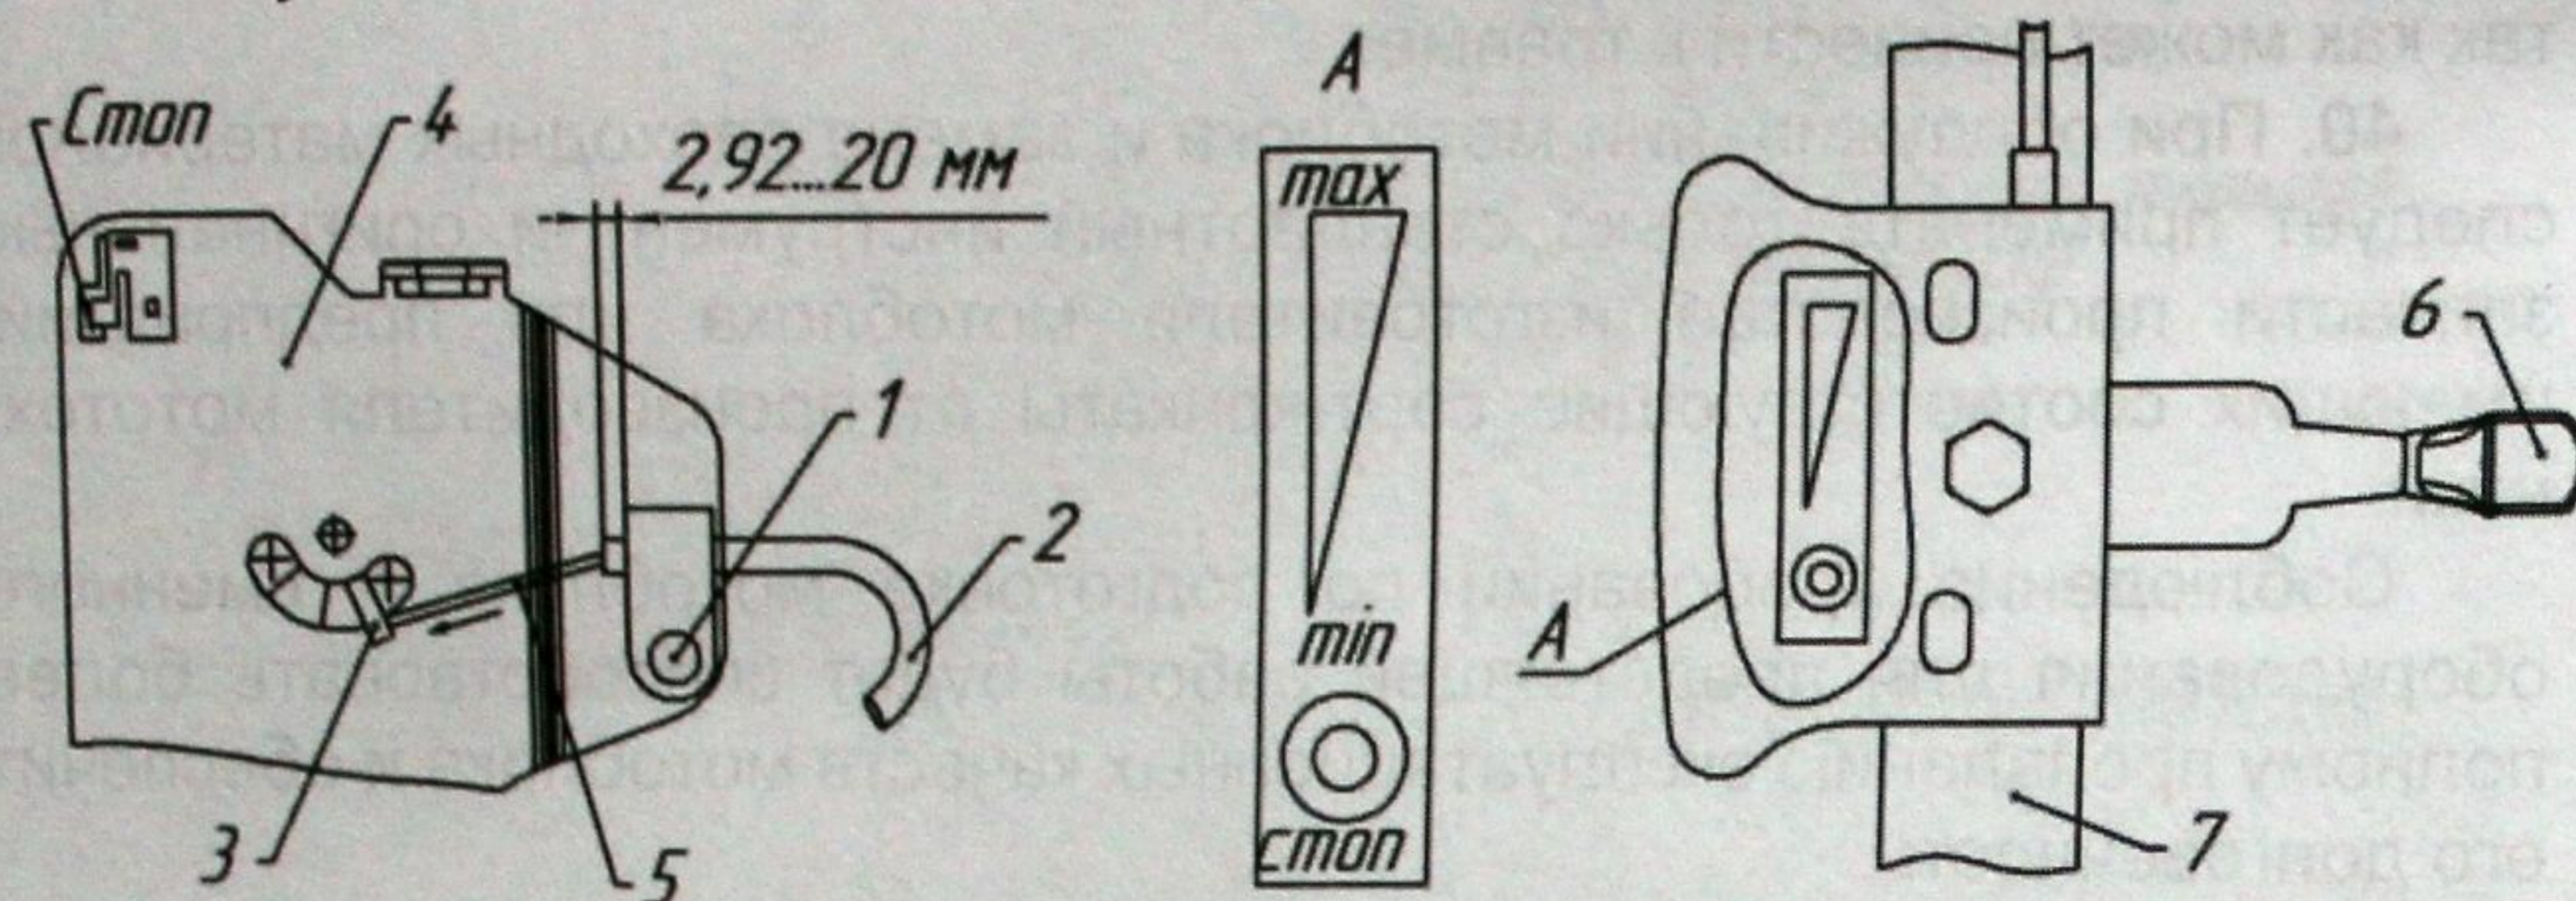

Рис.5. Дистанционное управление двигателями ДМ1К- и ДМ1К-7,5.
3. После установки руля на раму мотоблока следует закрепить механизм управления дроссельной заслонкой (газом) в отверстии на правой половине руля с помощью винта М6, пружинной шайбы и гайки М6, проверить плавность работы механизма возвратно-поступательными движениями рычага (рис. 5).